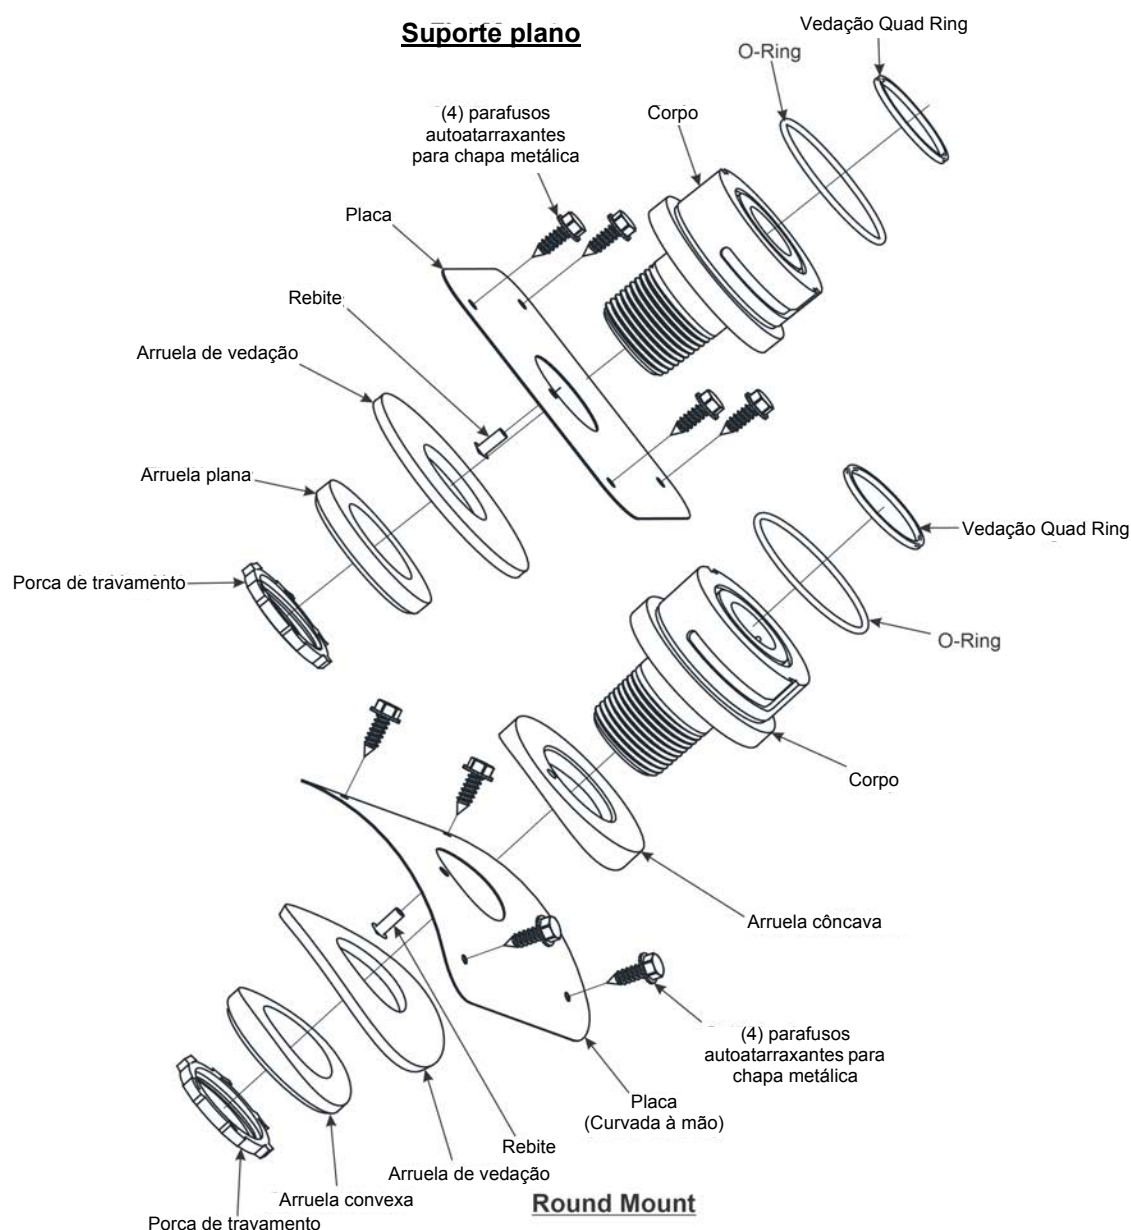

Figura 4-12: Conexão do suporte do duto Meridian
1. Monte a conexão do suporte do duto corretamente para a aplicação do duto específico antes de apertar a porca de travamento. A porca de travamento se insere no lavador para promover uma aderência duradoura. Consulte a Figura 4-12: Conexão do suporte do duto Meridian para obter os detalhes.